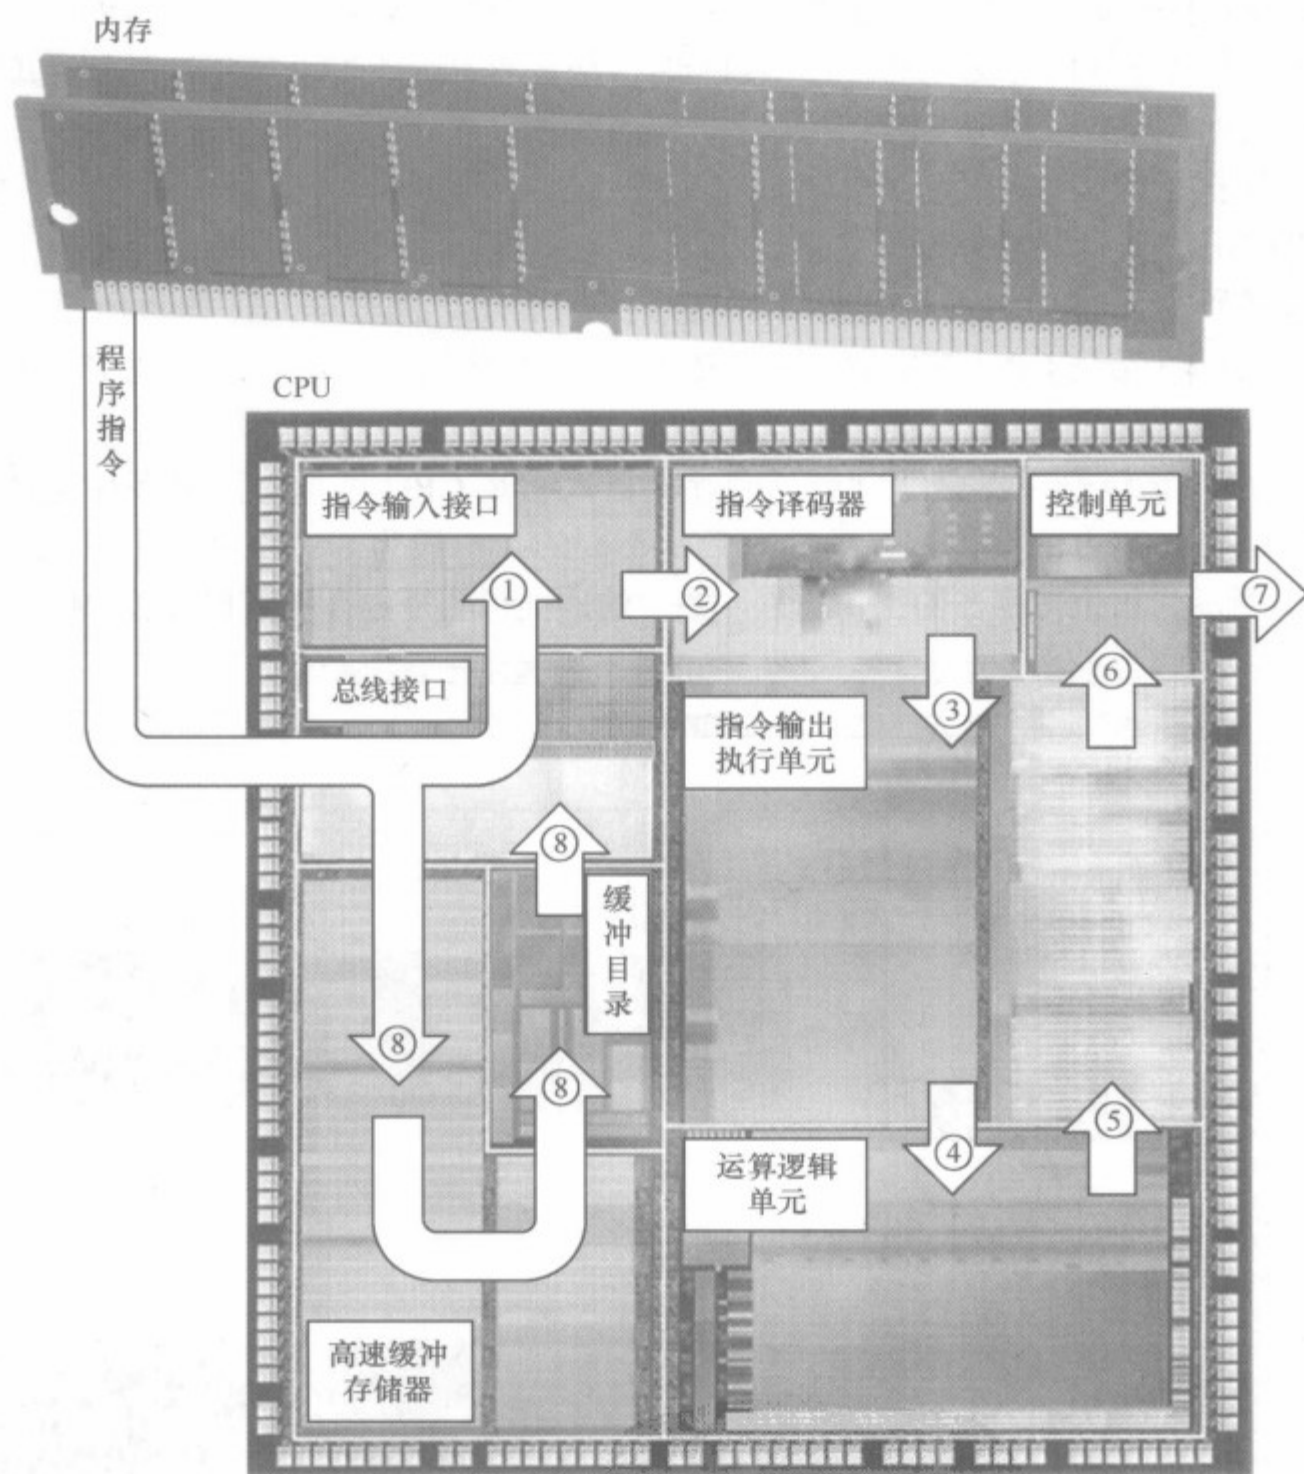

图 3-16 指令流程图
CPU 是按照程序进行工作的, 这是它与一般电路的不同之处。CPU 的工作程序存储在存储器中。如图 3-16 所示, CPU 工作时, 从存储器 (内存) 中读取程序指令, 该指令通过 CPU 总线接口送入 CPU 中。总线接口接收的程序指令送到 CPU 内部的指令输入接口, 其信号流程如图 3-16 中的①所示。为了提高 CPU 的运行速率, 程序指令有一部分会先进入高速缓冲存储器, 然后经过缓冲目录顺序进入指令输入接口, 其信号流程如图 3-16 中的①所示。
CPU 指令输入接口接收到程序指令后会进行暂存，然后再顺次将程序指令送入指令译码器中，其信号流程如图 3-16 中②所示。指令都是由二进制数字编码的信号构成的，例如“00110101”。这些指令是什么意思，需要对操作对象做怎样的处理，就需要对指令进行解读，即译码。因此，“译码”是指令译码器的任务。
译码后的程序指令会送到指令输出和执行单元，其信号流程如图 3-16 中的③所示，CPU 按照指令做哪项工作就是通过这个电路来进行分配的。在执行程序指令的时候，还需要逻辑运算和逻辑控制，因此，信号通过流程④就被送入了逻辑运算单元。
逻辑运算单元完成控制和运算任务后，通过流程⑤再将信号送回指令输出和执行单元，然后按信号流程⑥送入控制单元，最后通过控制总线（总线信号），按图 3-16 所示的流程⑦对外部的各种电路和设备进行控制。